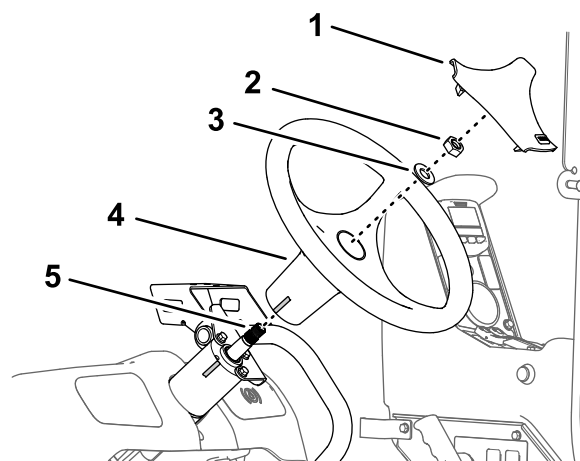

Figura 172
2. Monte el volante sobre el eje de la válvula de dirección (Figura 172) con la arandela (5/8") y la tuerca (5/8") que retiró en el paso 3 de Retirada del volante \(página 84\).
1. Alinee la cinta del volante con la cinta del alojamiento de la válvula de dirección (Figura 172).